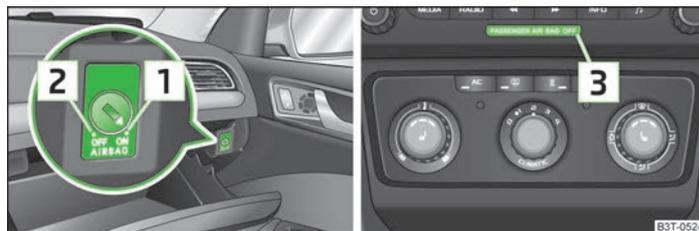

Abb. 146 Ablagefach: Schalter für Beifahrer-Frontairbag / Kontrollleuchte für Beifahrer-Frontairbagabschaltung
Der Beifahrer-Frontairbag kann mit dem Schlüsselschalter abgeschaltet werden » Abb. 146 auf Seite 158.
- › Die Airbagabschaltung wird durch das Aufleuchten der Kontrollleuchte **OFF** im Schriftzug **PASSENGER AIR BAG OFF** im Schalttafelmitteilmittelteil signalisiert » Abb. 146 auf Seite 158.
- › Mit dem Schlüssel den Schlitz des Schlüsselschalters in die Position **2** » Abb. 146 **OFF** drehen.
- › Prüfen, ob bei eingeschalteter Zündung die Airbag-Kontrollleuchte **OFF** im Schriftzug **PASSENGER AIR BAG OFF** im Schalttafelmitteilmittelteil leuchtet **3** » Abb. 146.
- › Mit dem Schlüssel den Schlitz des Schlüsselschalters in die Position **1** » Abb. 146 **ON** drehen.
- › Prüfen, ob bei eingeschalteter Zündung die Airbag-Kontrollleuchte **OFF** im Schriftzug **PASSENGER AIR BAG OFF** im Schalttafelmitteilmittelteil nicht leuchtet **3** » Abb. 146.